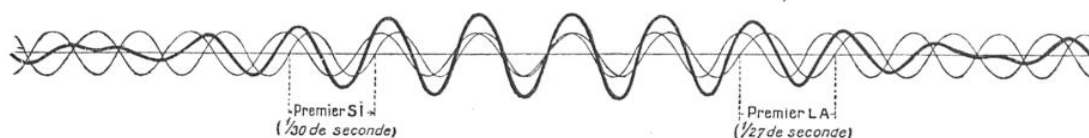

FIG. 9. — UN CHANGEUR DE FRÉQUENCE : LES BATTEMENTS
même temps (avec l'index et le médium de la main droite) sur le premier la et sur le premier si d'un piano. Nous percevons alors, en plus des sons des deux notes, des renforcements et des affaiblissements à raison de trois par seconde ; le roulement ainsi produit rappelle le bruit émis par une personne qui se gargarise (ra, ra, ra, ra...). La raison en est facile à comprendre, si l'on examine notre figure 9 : on y a dessiné, en traits fins, les deux sinusoïdes du la (27 cycles) et du si (30 cycles) ; à certains instants (au
Les rayonnements hertziens de très haute fréquence (ondes très courtes) présentent, néanmoins, l'inconvénient de mal s'amplifier ; on remédie à ce défaut par le montage superhétérodyne, qui repose sur le principe des battements (fig. 9) : pour transformer le *Petit Parisien* (880 kilocycles) en « Tour Eiffel » (114 kilocycles), il suffira de produire, au poste de réception même, des oscillations électroniques de 766 kilocycles ; la fréquence résultante sera (880 — 766) kilocycles, soit précisément celle qu'on désire (2).
(1) On obtiendrait la même courbe en maintenant la capacité constante et en faisant varier la self.
(2) Le montage hétérodyne (de deux mots grecs : différent et puissance) sert en radiotélégraphie et en électrophonie (voir « Vers une électrification de la musique », *La Science et la Vie*, n° 128) : si, de 880, on retranche 879, on obtient une fréquence musicale de 1.000 cycles. Le mot « superhétérodyne » indique que la fréquence résultante est *plus grande* qu'une fréquence musicale, puisqu'elle est de la haute fréquence.